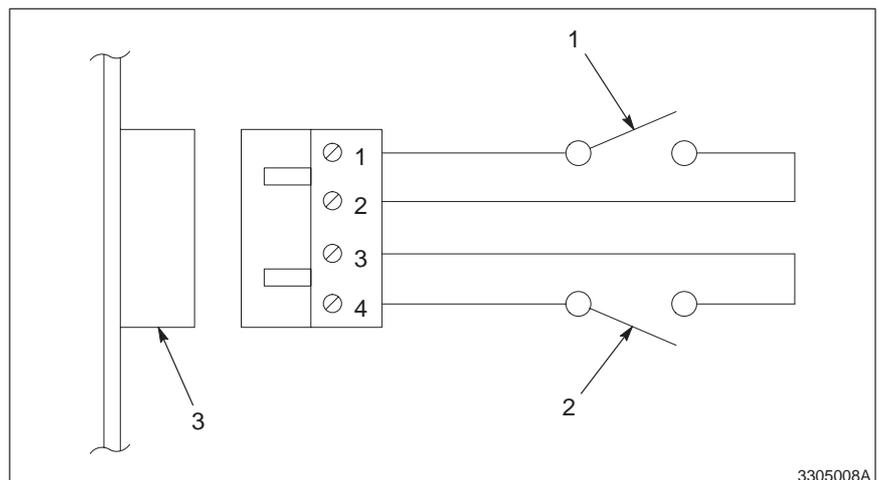

Abb. 3-8 Anschlüsse für Verriegelungen
2. Siehe Abbildung 3-8. Wenn Sie die Verriegelungen des Hauptsteuergeräts verwenden, schließen Sie die Leiter von den externen, normalerweise offenen, Verriegelungs-Relais an Anschlussklemme P5 auf der Relaisplatte des Hauptsteuergeräts an.